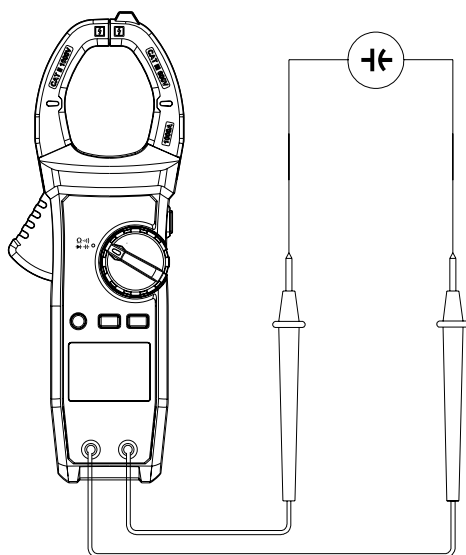

Рис.10. Измерение ёмкости
- 2) Установите переключатель в режим C), нажмите SELECT для выбора режима измерения емкости C (см. рис. 10).